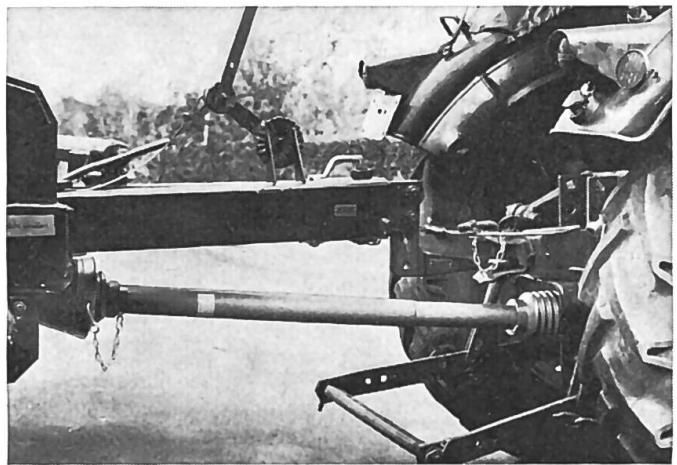

Fig. 3
**Le manchon d'accouplement à poussoir d'un arbre à cardans (Figure 3) doit toujours être isolé par un dispositif de sécurité. Il s'agit d'un bouclier de protection côté tracteur (il est livré par le vendeur) et**